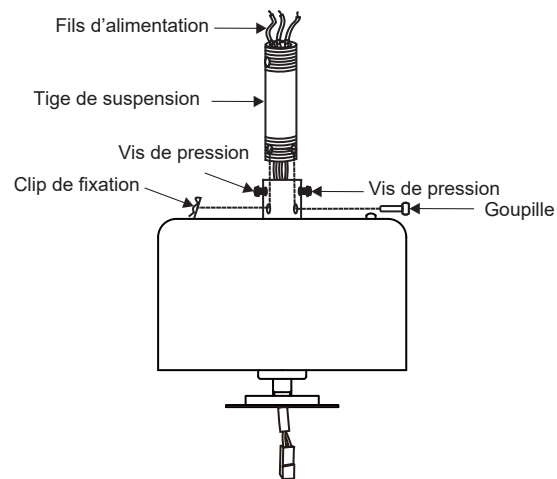

Fig. 8
**Étape 6.** Desserrez les deux vis de pression et enlevez la goupille ainsi que le clip de retenue du couplage sur le dessus du moteur (**Fig. 8**).
Remplacez ensuite la goupille et le clip de retenue. Serrez les deux vis de pression (**Fig. 8**).